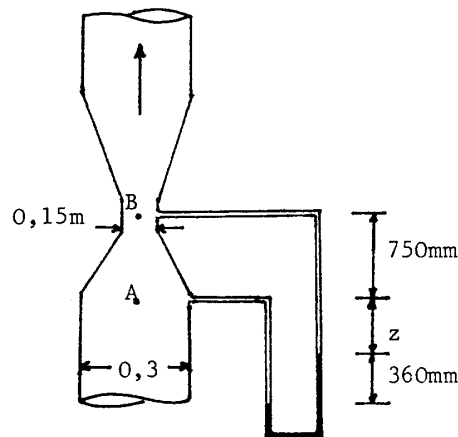

Figura P3.26
3.26 Considere o esquema da figura P3.26.